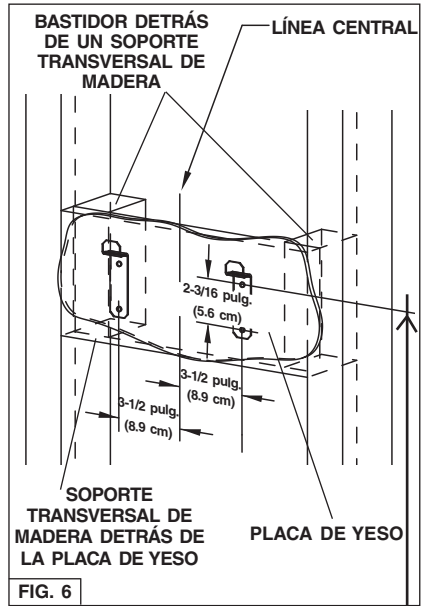

FIG. 6
- Construya un bastidor de **madera** en la pared que quede al **ras** de la superficie interior de los montantes de pared. Fig. 6. Asegúrese de que:
- Después de terminar la superficie de la pared**, asegure los soportes de montaje a la estructura con (4) tornillos de montaje de 4.8 x 38 mm. Vea la ubicación del soporte de montaje en la tabla que aparece abajo.